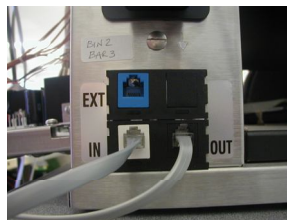

図 1
4) 下記の配線図に示すように、キッチンマインダーと PHU を接続します。プリンスキャッスル社の PHU の背面のコネクターの位置については、図 1 を参照してください。